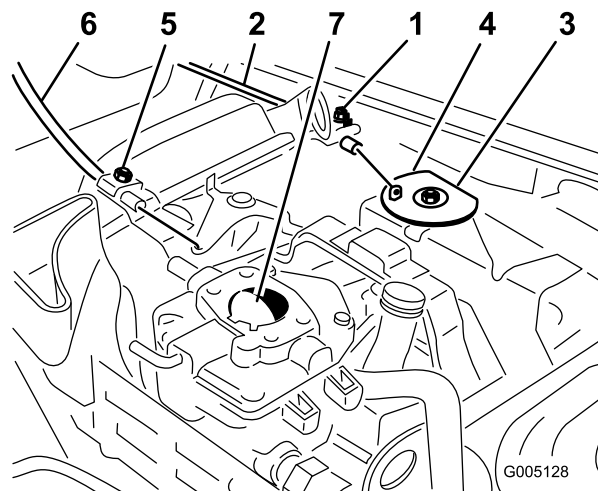

図 35
1. スロットル・ケーブルをエンジンに固定しているクランプのネジをゆるめる (図 35)。
3. スロットル・ケーブルを十分に引いて、スイベルの後部をストップに接触させる (図 35)。
1. スロットル・ケーブルをエンジンに固定しているクランプのネジをゆるめる(図 35)。
3. チョーク・ケーブルを十分に引いてチョークを完全に閉じ、その位置でクランプのネジを締める(図 35)。